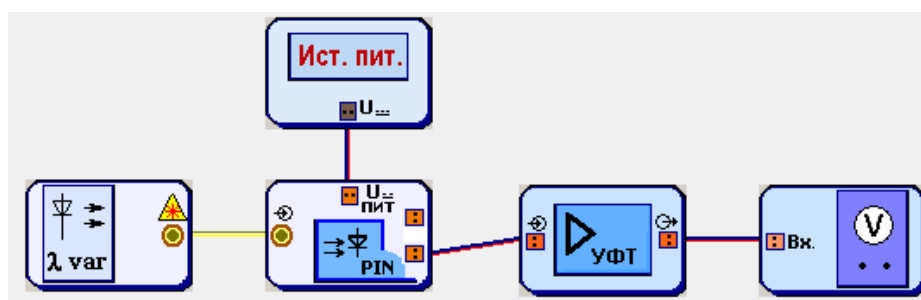

Рис. 7.9. Схемы исследования спектральной чувствительности ФД
Схема исследования спектральной чувствительности представлены на рис. 7.9. Объектом исследования является фотодиод р-і-n структуры (PIN ФД).
1. Соберите схему, показанную на рис. 7.9.